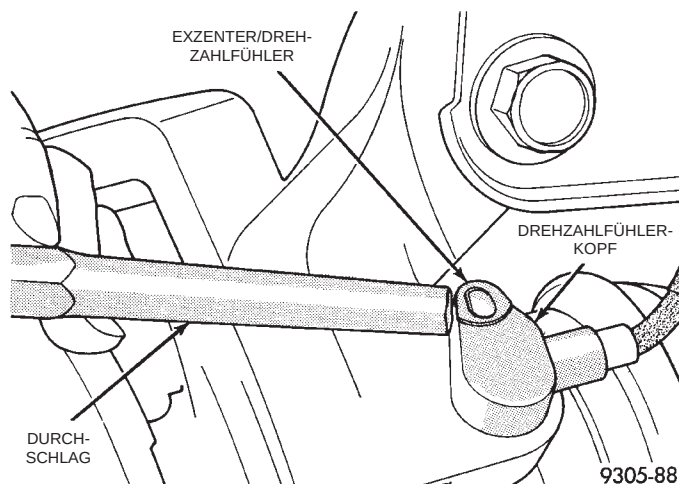
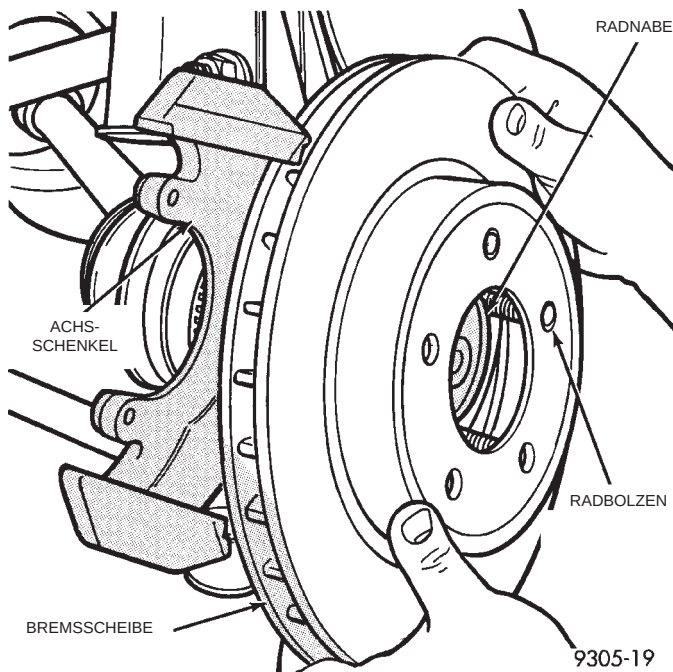
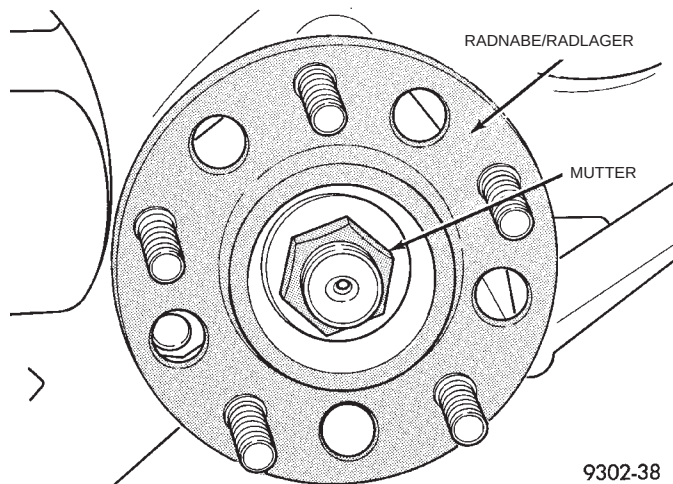

Abb. 18 Drehzahlfühler ausbauen
Abb. 17 Bremsscheibe
Abb. 19 Zentralmutter der Radnabe/Radlagereinheit
(4) Brems Scheibe abbauen (Abb. 17).
(5) Die Schraube lösen, mit der der Kopf des ABS-Drehzahlfühlers am Achsschenkel befestigt ist. **Der Drehzahlfühler sollte ausgebaut werden, damit er beim Ausbau der Radnabe/Radlagereinheit nicht durch das äußere Gleichlaufgelenk beschädigt wird.**
(6) Den Kopf des Drehzahlfühlers vorsichtig vom Achsschenkel abbauen. Wenn der Fühler festgerostet ist, **AUF KEINEN FALL MIT EINER ZANGE ARBEITEN.** Mit einem Hammer und einem Durchschlag (Abb. 18) vorsichtig gegen den Exzenter des Fühlers klopfen und ihn hin und her bewegen, bis er freikommt.
(7) Zentralmutter der Radnabe/Radlagereinheit lösen (Abb. 19).
ACHTUNG! Die Zentralmutter der Radnabe/Radlagereinheit ist eine selbstsichernde Mutter (Abb. 19) und kann nicht wiederverwendet werden. Beim Zusammenbau **MUSS** eine **NEUE** Zentralmutter verwendet werden.
(6) Eine **NEUE** Zentralmutter auf die Keilwelle schrauben (Abb. 19). **Die Mutter anziehen, jedoch noch nicht bis zum vollen Anzugsmoment festziehen.**
(7) Drehzahlfühlerkopf mit hochtemperaturbeständigem Mehrzweckfett einfetten. Dann den Drehzahlfühlerkopf in den Achsschenkel einbauen und die Schraube mit einem Anzugsmoment von 7 N·m (60 in. lbs.) festziehen.
(8) Bremsscheibe anbauen (Abb. 17).